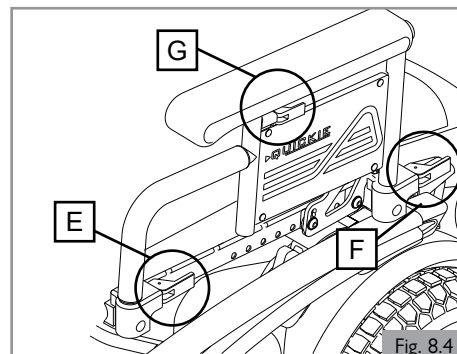

Fig. 8.4
8.4 Accoudoir réglable en hauteur à deux montants (option) (Fig. 8.4)